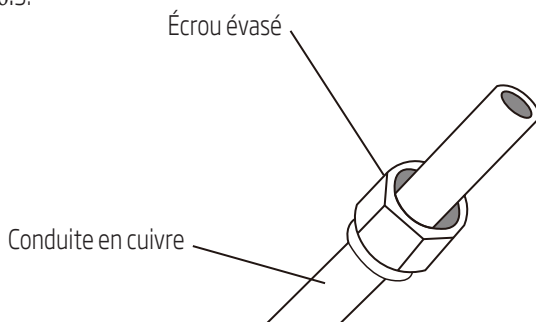

Fig. 6.3
3. Placez des écrous évasés aux deux extrémités de la conduite. Vérifiez qu'ils soient orientés dans la bonne direction parce que vous ne pourrez pas les monter ou changer leur orientation après évasement. Voir Fig. 6.3.